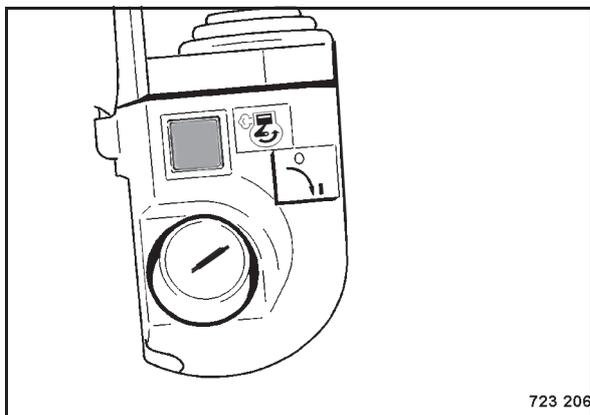

Bild 37
- Zum Starten des Motors Starttaster (Bild 37) drücken.